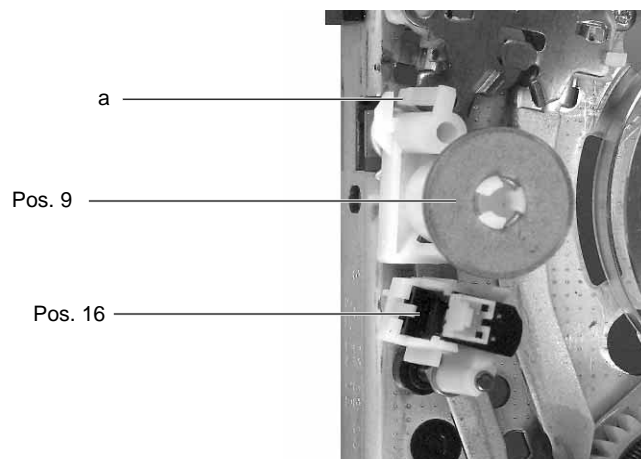

Fig. 21
- Décrocher le crochet de fixation du ressort (a) et retirer le dispositif stabilisateur à galets (Pos. 9) par le haut (Fig. 21).
- Retirez la tête d'effacement verticalement par le haut (Fig. 21).
- Loosen the fastening hook of the spring (a) and raise the damping roller (Pos. 9) to remove it (Fig. 21).
- Remove the erase head assembly in vertical direction (Fig. 21).